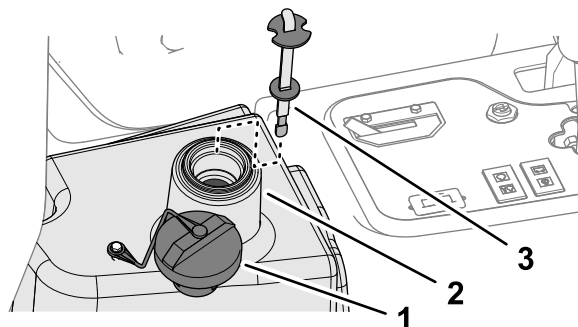

Bild 87
2. Reinigen Sie den Bereich um den Füllstutzen und den Deckel des Hydraulikbehälters (Bild 87) und nehmen Sie den Deckel ab.